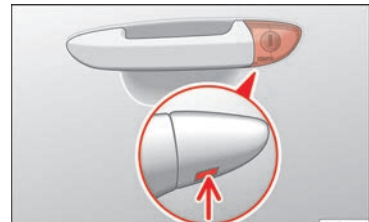

Fig. 3 Manecilla de la puerta del conductor: bombín de cierre oculto.
- Introduzca el espadín en la abertura inferior de la tapa de la manecilla de la puerta del conductor » fig. 3 (flecha) y retire la tapa de abajo hacia arriba.